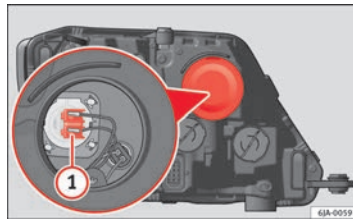

Abb. 148 Glühlampe für Fernlicht auswechseln
- Ziehen Sie den Stecker ⇒ Abb. 148 ① nach außen ab.